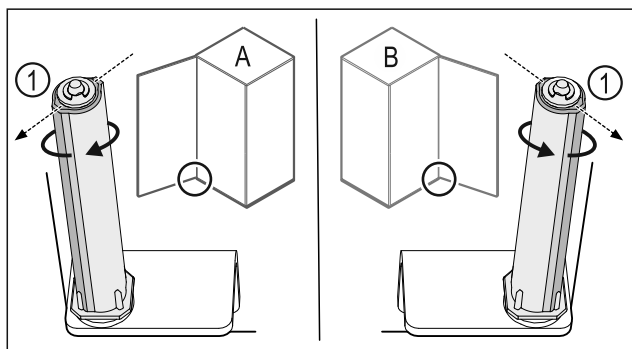

Fig. 40 Battuta a sinistra (A) / battuta a destra (B)
- Ruotare il sistema di chiusura contro la resistenza fino a quando la sporgenza del sistema di chiusura Fig. 40 (1) non è rivolta verso l'esterno.